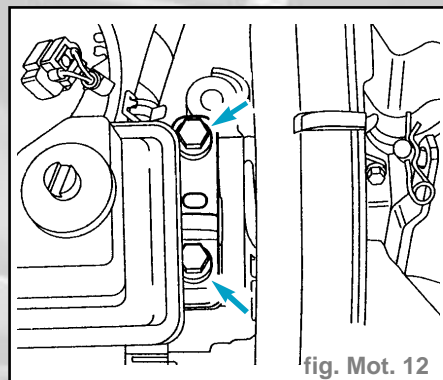

fig. Mot. 12
- Dévisser le support moteur de la console moteur (fig. mot. 12).